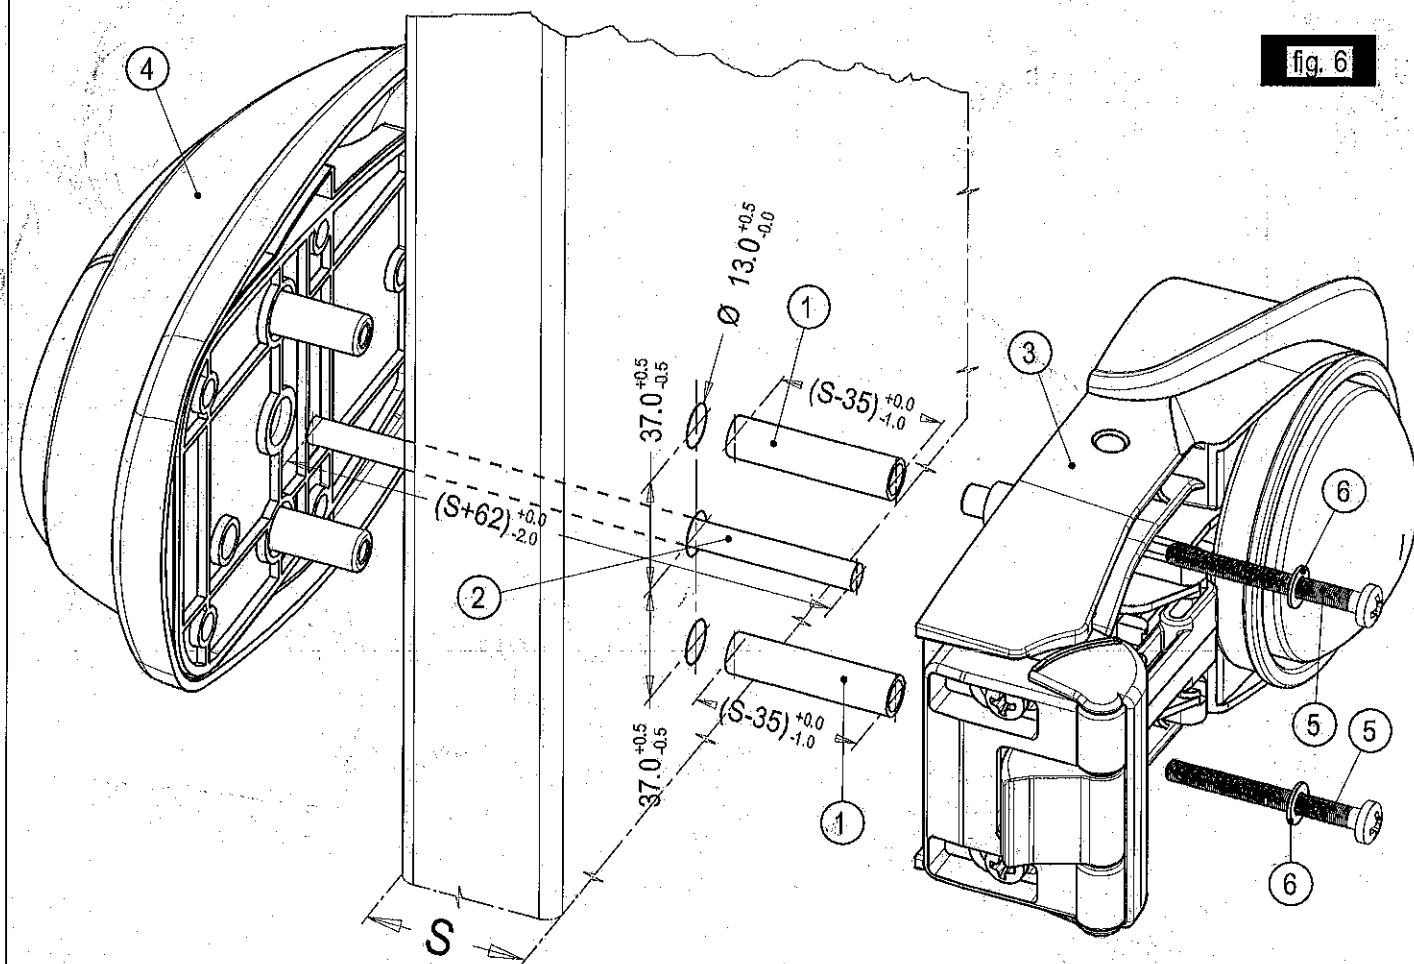

fig. 6
- 2 - fig.6 tagliare i tubi 35 mm meno dello spessore della porta (part. 1) e inserirli nei fori di diam. 13 mm;
- 3 - fig.6 tagliare l'asta 62 mm più lunga dello spessore porta (part. 2) e inserirla nel foro centrale diam. 13
- 4 - fig.6 inserire la chiusura esterna (part. 4) nei relativi fori della porta;
- 6 - fig.6 inserire il dispositivo di sgancio interno (part. 3) nei relativi fori della porta;
- 7 - fig.6 inserire le 2 viti (part.5-6) nelle loro sedi e avvitarle **facendo attenzione che il pannello non si schiacci.**
- che l'asta (part. 2) sia inserita perfettamente e/o tagliata nella lunghezza richiesta fig. 6 (62 mm più lunga rispetto allo spessore porta);
- controllare che i tubi (part. 1) siano correttamente tagliati come da fig. 6
- 2 - fig.6 cut the tubes (detail 1) 35 mm less than the door thickness and insert it into the 13 mm \varnothing holes;
- 3 - fig.6 cut the bar (detail 2) 62 mm longer than the door thickness and insert it into the 13 mm \varnothing central hole;
- 4 -fig. 6 place the external handle (detail 4) into the respective fixing holes on the door;
- 6 -fig.6 insert the internal safety device (detail 3) into the respective fixing holes on the door;
- 7 - fig. 6 insert the 2 screws (detail 5-6) in their housings and tighten them, **taking care to avoid any panel compression!!**
- check the correct cut of the tubes (detail 1) fig.6